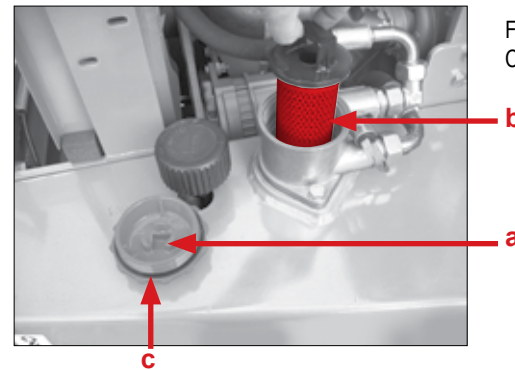

Fig. 103
1. Retirer la cartouche filtrante pos. b (Fig. 103).
- ▶ Remplacer l'élément filtrant du filtre de retour pos. b (Fig. 103) au cours des inspections ou bien si le témoin de contrôle du filtre de retour s'allume sur le tableau de bord pos. 16 (Fig. 14) ! Après le montage d'un élément de filtrage neuf, le témoin de contrôle ne doit plus s'allumer sur le tableau de bord !
- ▶ Laisser la pression du réservoir d'huile hydraulique s'échapper par l'ouverture de la tubulure de remplissage d'huile hydraulique pos. 1 (Fig. 99) avant de dévisser le couvercle du carter du filtre pos. a (Fig. 103) ! Sinon, l'huile pourrait être projetée hors du carter et contaminer l'environnement.
6. Dévisser le couvercle du carter du filtre pos. a (Fig. 103).
7. Retirer l'élément de filtrage pos. b (Fig. 103).
9. Vérifier le joint pos. c (Fig. 103). Remplacer le joint s'il est endommagé.
10. Visser le couvercle du carter du filtre pos. a (Fig. 103).